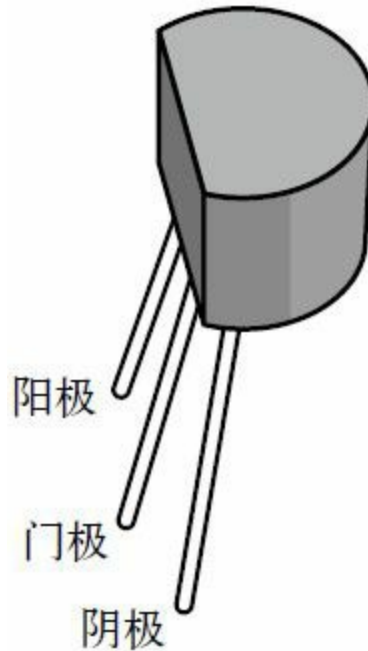

图2-100 摩托罗拉公司和On Semiconductor 公司生产的PUT 的引脚功能
**2N6027** 也许是最常见的**PUT** 了，并且其封装和引脚好像也是标准化的。我只见过塑料注模封装的，没有见过小锡罐的。图2-100 所示为摩托罗拉公司或**OnSemiconductor** 公司生产的**2N6027** 的引脚功能。如果你的**PUT** 来自其他公司，那么请参考相应的参数说明书。